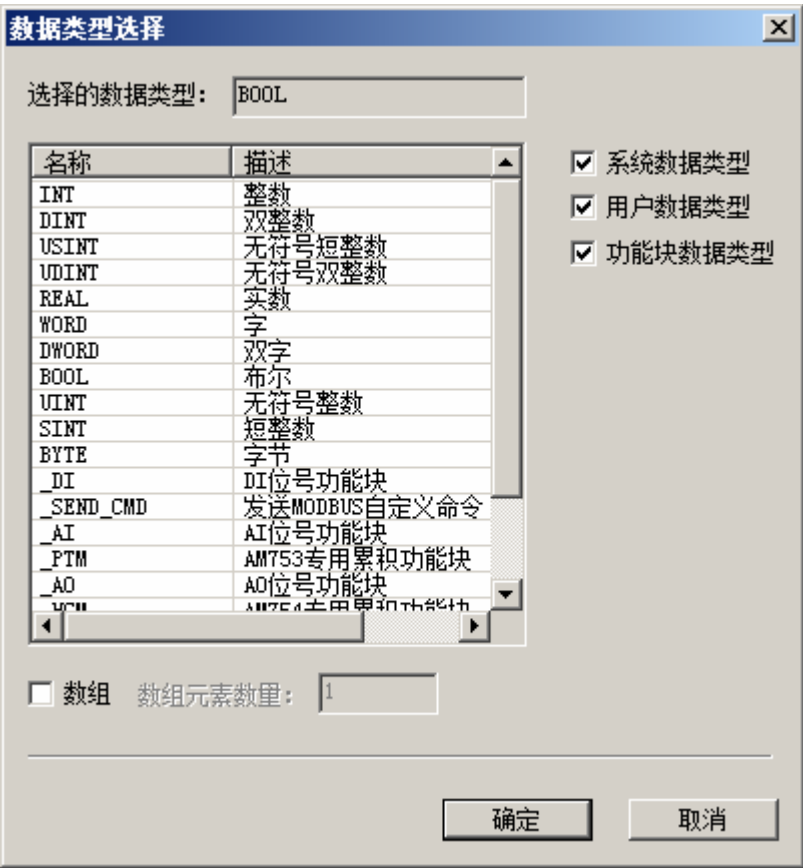

图 5-4 数据类型
- 数据类型：选择变量的数据类型。点击对应的编辑框出现按钮，点击该按钮弹出图 5-4 所示的界面，选择数据类型。若勾选“数组”即可将此自定义变量创建为结构位号。